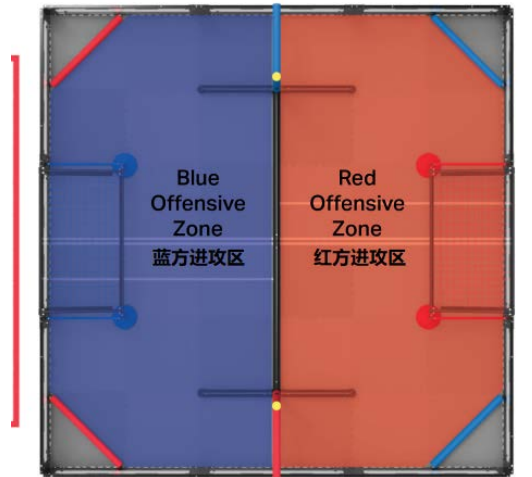

图 17 进攻区
**进攻区**——场地的两个半场之一，由障碍杆分隔开，双方赛队各有 1 个进攻区。每个进攻区由障碍杆一侧的灰色泡沫垫构成，某一方赛队的进攻区位于离本方赛队站位较远的一侧，长障碍杆不属于任何一方的进攻区，赛局导入区不属于任何一方的进攻区。如图 17 所示。